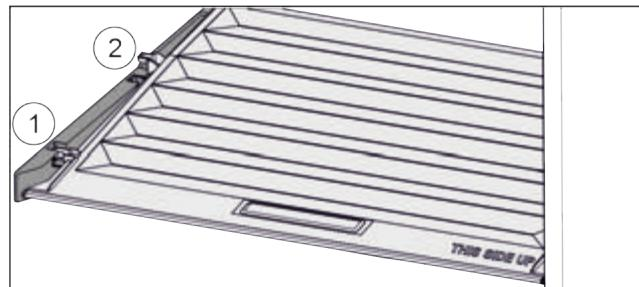

Fig. 101
- Кришку до отвору в деталях для підтримки потягнути вперед *Fig. 101 (1)*.
- Підняти ззаду знизу та вийняти *Fig. 101 (2)* вгору.